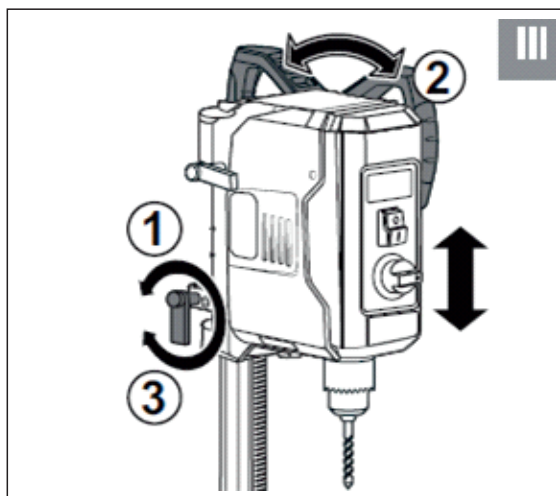

Рис. 8 / Fig. 8
- В зависимости от длины установленного сверла и высоты заготовки, отрегулируйте высоту сверлильной головы (рис.8):
- Depending on the length of the installed drill and the height of the workpiece, adjust the height of the drilling head as follows (Fig. 8):